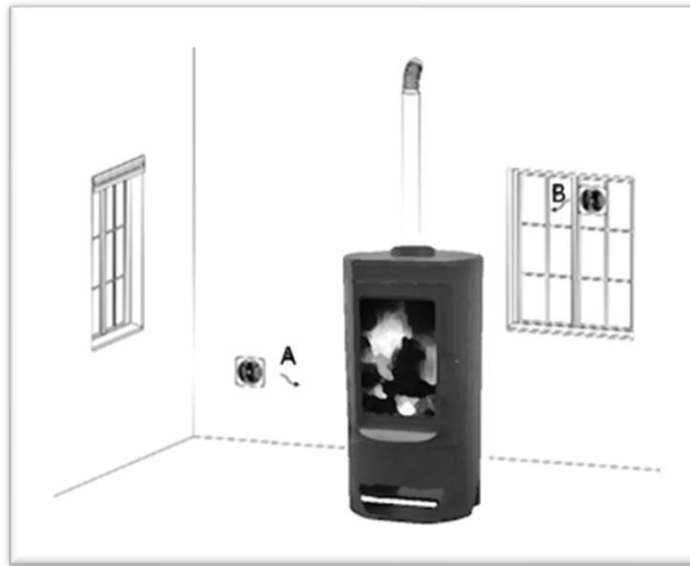

Figura 1
1. La estancia donde se instale la estufa debe tener una ventilación adecuada ya que la estufa recogerá la cantidad de aire que necesita tanto para la combustión como para la calefacción. Si no hay ventanas o si éstas y las puertas están bien cerradas o si hay dispositivos como una campana extractora, el aire debe suministrarse desde el exterior. Se pueden utilizar rejillas como las que se muestran en la Figura 1 (A y B).